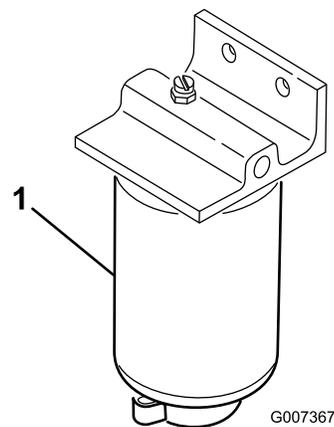

図 45
1. 燃料フィルタの下に汚れのない容器をおく（図 45）。
2. フィルタ容器（図 45）の周辺をウェスできれいにぬぐう。